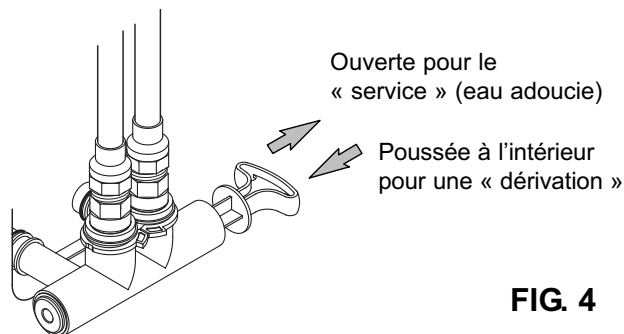
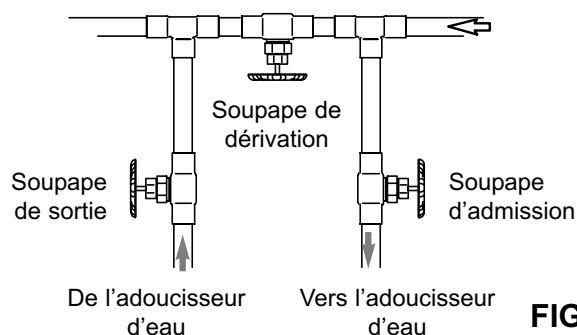

FIG. 4
FIG. 5
Installez une soupape de dérivation simple (incluse), de la manière illustrée à la figure 4, ou, si telle est votre préférence, le système de dérivation à trois robinets (pièces non incluses) en vous reportant à la figure 5. Les robinets de dérivation vous permettent de couper l'eau alimentant l'adoucisseur, au besoin, pour effectuer des travaux d'entretien tout en continuant d'avoir de l'eau dans les tuyaux.
2. Placez la soupape de dérivation (simple ou à trois robinets) en position de « dérivation ». Voir les figures 4 et 5.